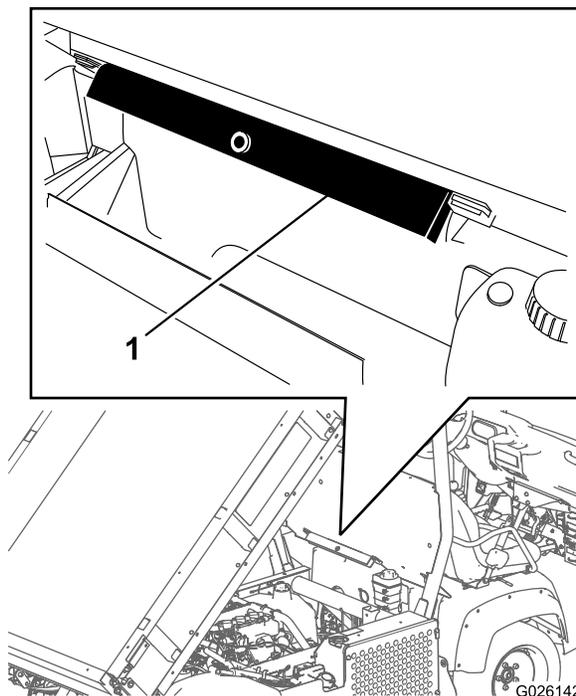

図 32
2. ROPS パネルの後ろについている保管用ブラケットから荷台サポート安全サポートを取り外す 図 32。